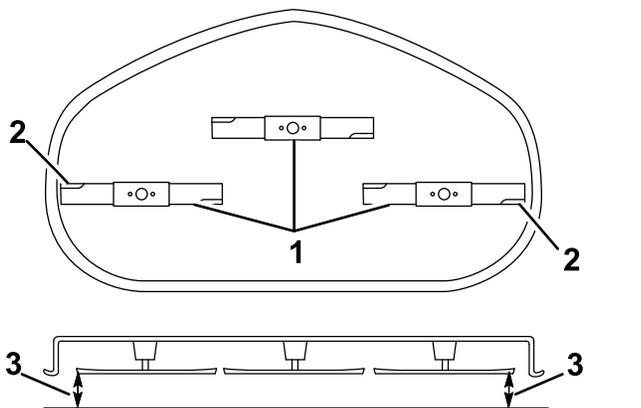

Figura 57
- Mida entre los bordes de corte exteriores y la superficie plana (Figura 57).